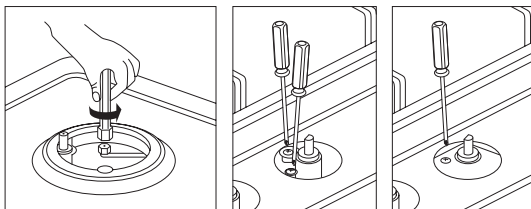

Рис. 9
- снимите ручку управления и вращайте ее регулировочный винт (расположен сбоку или внутри стержня регулятора) в разные стороны пока пламя не станет малым, но устойчивым (Рис. 9).
Горелка гаснет при установке рукоятки в положение «Слабое пламя»	– Отверстия в горелке не забиты. – Вокруг нет сильных сквозняков. – Минимум подачи газа установлен корректно (см. Рис.9 и раздел «регулировка минимального пламени»).